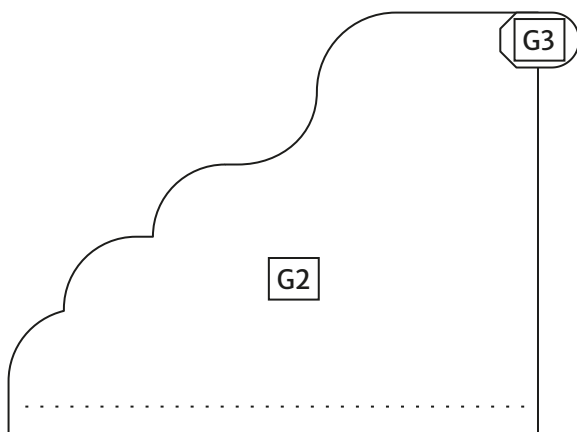

Abb. 5: Seitenblende mit Fußraste
Schritt 29 Falzen Sie die Klebelasche an der rechten Seitenblende [G2, Bogen 7] nach hinten und kleben Sie die Fußraste 1 [G3, Bogen 7] mit ihrer grauen Fläche auf die markierte Stelle auf der schwarzen Rückseite der Seitenblende (Abb. 5). An der einen Kante der Seitenblende schließt sie dabei mit der Kante ab, an der anderen ragt das goldbedruckte halbrunde Ende über die Kante hinaus. Kleben Sie dann die rechte Seitenblende mit ihrer Lasche an der rechten Kante des Deckels fest, so dass sie hinten exakt mit ihm abschließt und vorne gerade bis zum Scharnierfalz des Deckels reicht.